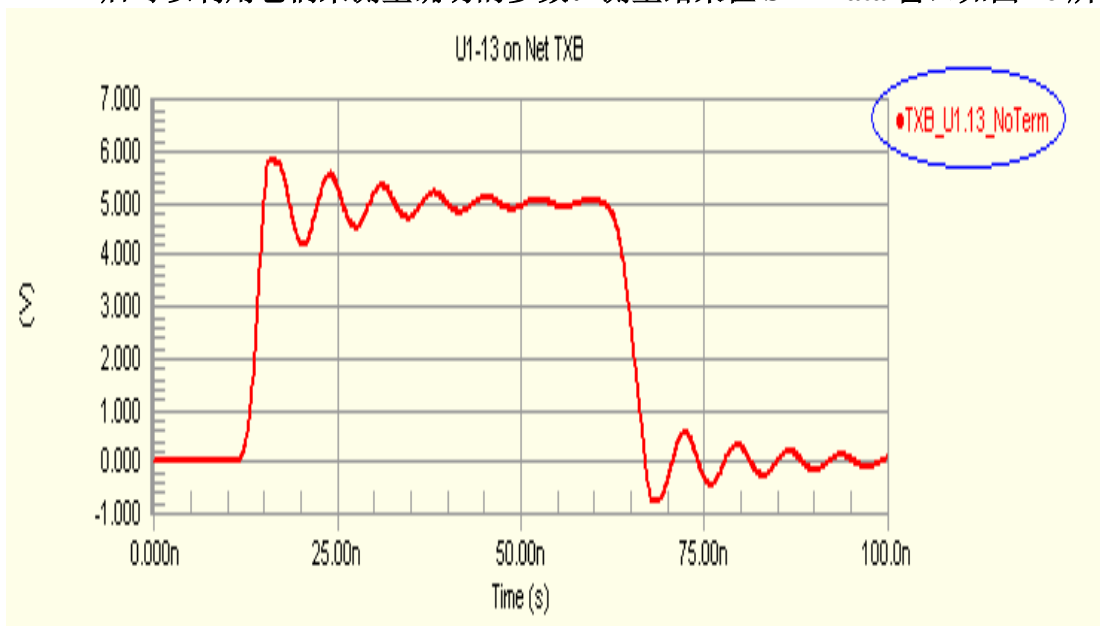
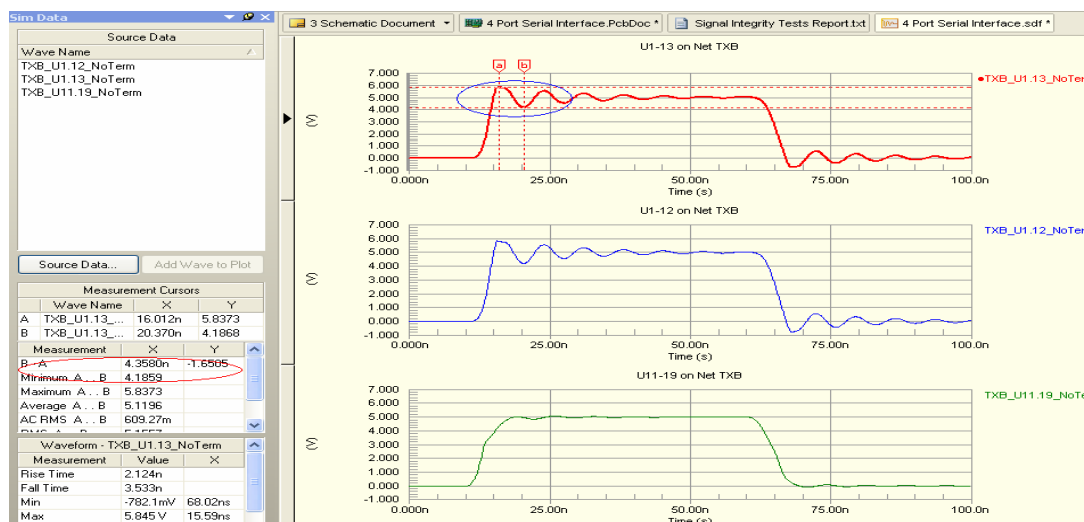

图 15
图 16
- 右键点击 TXB_U1.13_NoTerm,如图 15 在弹出的列表中选择 Cursor A 和 Cursor B,然后可以利用它们来测量确切的参数。测量结果在 Sim Data 窗口如图 16 所示。